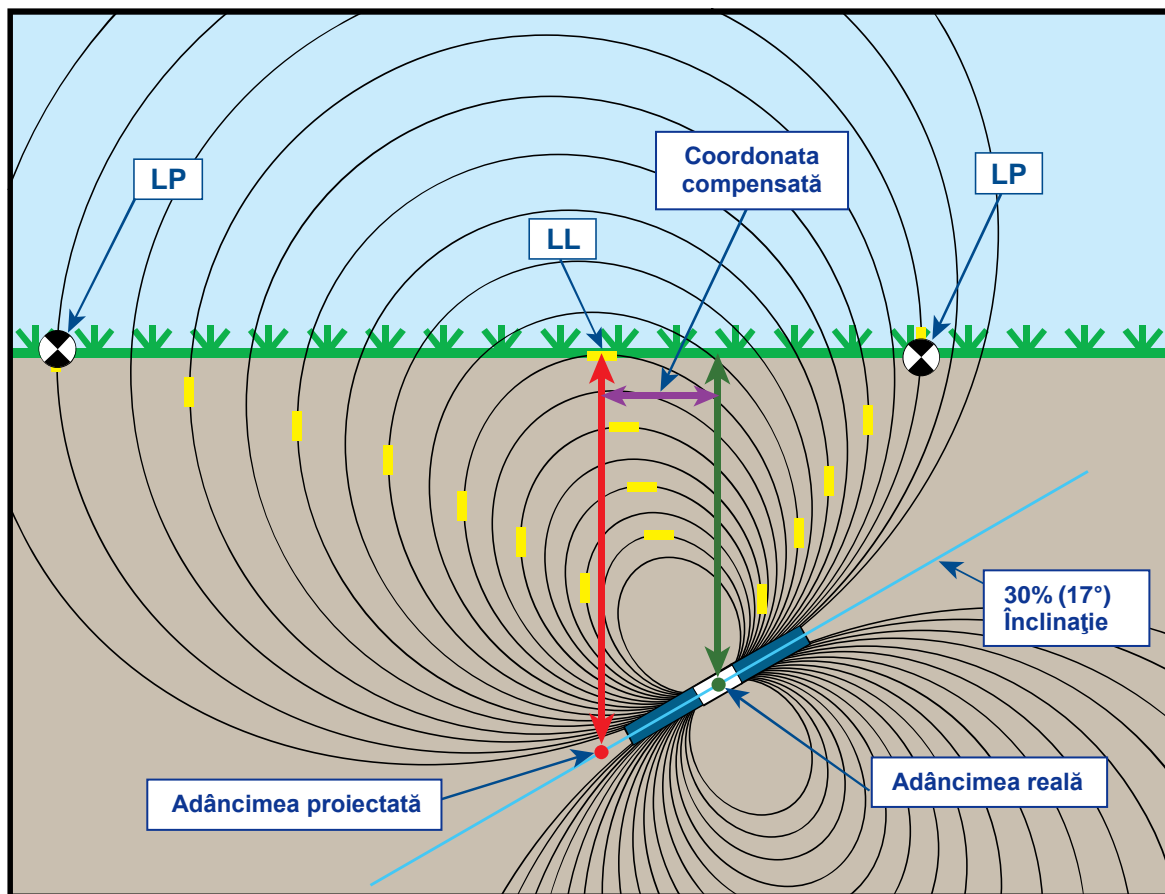

Figura B2. Adâncimea proiectată vs. adâncimea reală și coordonata compensată în caz de înclinație și adâncime
Adâncimea proiectată și coordonata compensată, prezentate în Figura B2, trebuie luate în calcul atunci când emițătorul se află în pantă și/sau la adâncime. Consultați tabelele prezentate în continuarea acestei anexe (tabelele B1 și B2) pentru a determina adâncimea reală și coordonata compensată atunci când cunoașteți adâncimea afișată (proiectată) și înclinația emițătorului.
Figura B2 de mai sus prezintă un emițător poziționat într-o coloană de foraj care dorește să ilustreze forarea în pantă ori pozitivă ori negativă – înclinația este pozitivă dacă forajul este de la stânga la dreapta, și negativă dacă forajul este de la dreapta la stânga. Câmpul de semnal de la emițător este de asemenea înclinat în același unghi ca și emițătorul. Linia de localizare (LL), acolo unde se face măsurătoarea adâncimii, este componenta orizontală a liniilor de flux din câmpul de semnal de la emițător. Adică LL este poziționată acolo unde liniile de flux sunt orizontale, după cum este ilustrat cu scurte linii orizontale galbene în figura de mai sus.
Punctele de localizare (FLP și RLP) sunt de asemenea prezentate în Figura B2. Aceste puncte sunt localizate pe componenta verticală a câmpului de semnal, și sunt ilustrate prin linii scurte verticale galbene în figura de mai sus. Remarcați că punctele de localizare nu se află la aceeași distanță de LL